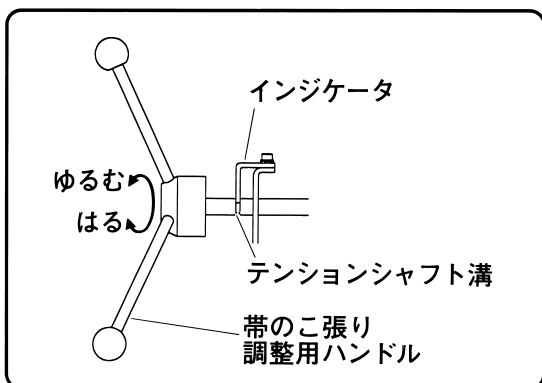

図 29
(6) セリヘッド (A) 側とセリヘッド (B) 側のボルト (A) をそれぞれボルト (A) 取付け面に軽く突き当たるまで締付けます。(図29)
(8) さらに、帯のこ張り調整用ハンドルをまわし、テンションシャフト溝とインジゲータを一致させます。(図29)